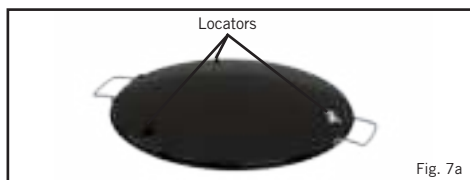

Fig. 7a
- Collocate la casseruola di cottura (F) sul complesso formato dal gambo e dai treppiedi.
- Per predisporre all'uso lo Skottel Braai, collocatelo sulla casseruola di cottura (F) in modo che tutti e tre i posizionatori (V) (Fig.7a) combacino correttamente con l'orlo della circonferenza della casseruola di cottura (F), dando stabilità all'insieme.